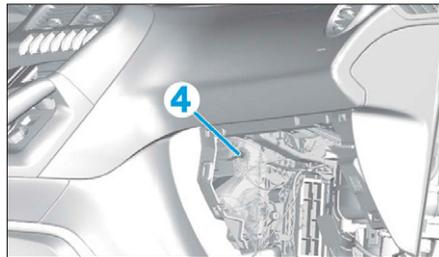

FIG. 43
- Tourner la sonde (4) d'un quart de tour (Fig.43).